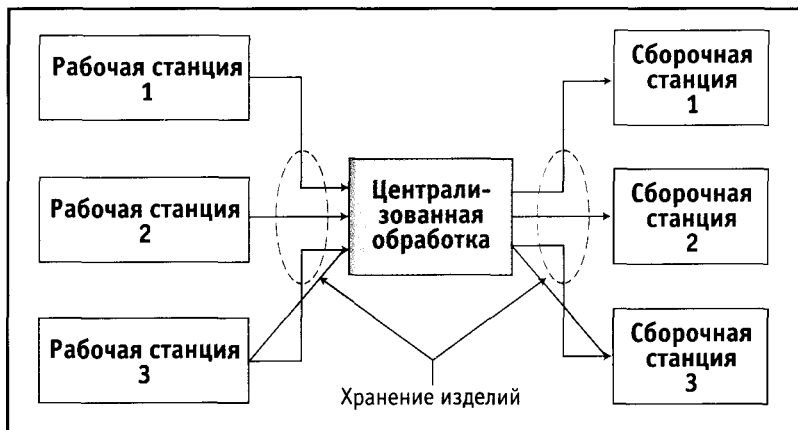

Рис. 2-3. Накапливание запасов при производственном потоке.
- прерывистый характер производственного потока (рис. 2-3);